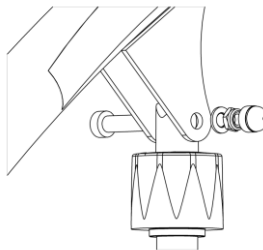

Fig. 1.6E
4. Coloque el vástago del émbolo del actuador en el brazo elevador. Utilice la llave hexagonal y la llave inglesa para ajustar el perno/tuerca (Fig. 1.6E). Coloque el remate en la tuerca.